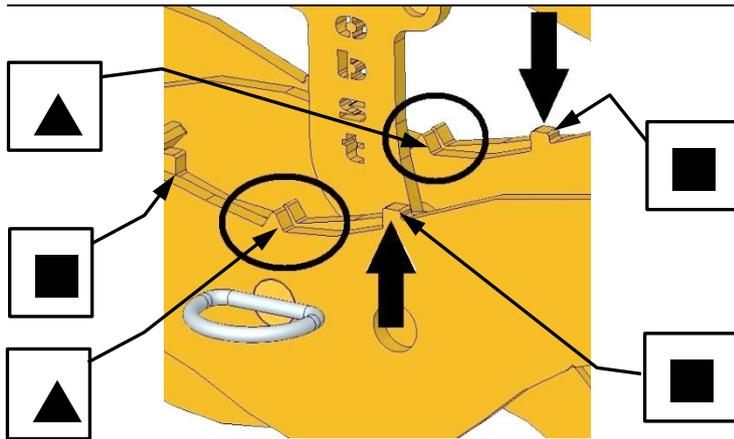
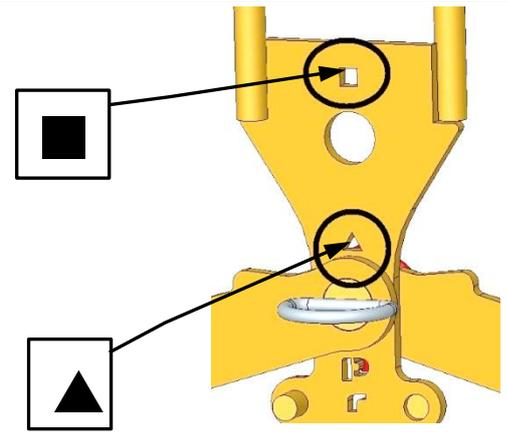

Abb. 2
Abb. 3
- Nachdem der Greifbereich eingestellt wurde, muss das Gerät wieder mit dem *Steckbolzen mit Klappsplint* (8) bzw. mit *Steckbolzen* (6) gesichert werden.
- Für diesen Greifbereich müssen die Viereck ■-Kennzeichnungen an den Greifarmen (in der Mitte des Gerätes) **deckungsgleich** sein (Abb. 2) und am *Verriegelungshaken* (2) muss die Viereck ■-Kennzeichnung über dem *Steckbolzen mit Klappsplint* (8) positioniert werden (Abb. 3).
- Um die Greifbereichseinstellung vorzunehmen, wird der *Steckbolzen* (6) sowie der *Steckbolzen mit Klappsplint* (8) entfernt.